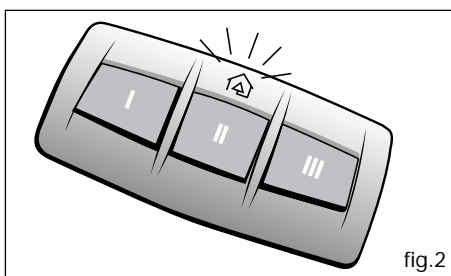

fig.2
- 1) Premi il tasto appropriato HomeLink I, II, o III che vuoi programmare e tienilo premuto per almeno 20 secondi fino a quando il diodo HomeLink non comincia a lampeggiare lentamente (fig. 2). Non rilasciare fino a quando non sia stato completato il punto 4!